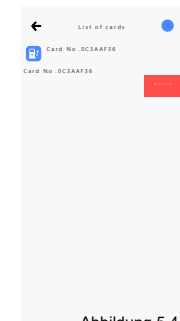

Abbildung 5.4
- c) Schieben Sie die Karte nach links und klicken Sie auf die Schaltfläche Löschen, um die Karte zu löschen, wie in Abbildung 5.4 gezeigt.